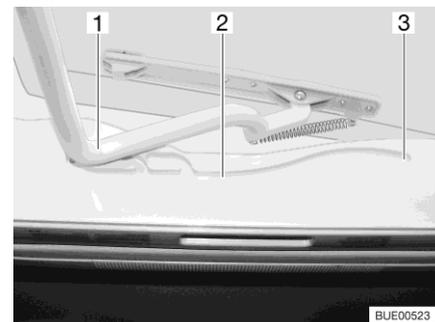

Fig. 29 Guida (oblò Heki)
- Tirare la staffa (Fig. 29,1) nelle guide (Fig. 29,2) fino alla posizione più all'indietro (Fig. 29,3).
- Spingere la staffa (Fig. 29,1) leggermente verso l'alto con ambedue le mani.
- Tirare la staffa nelle guide (Fig. 29,2) fino alla posizione desiderata.